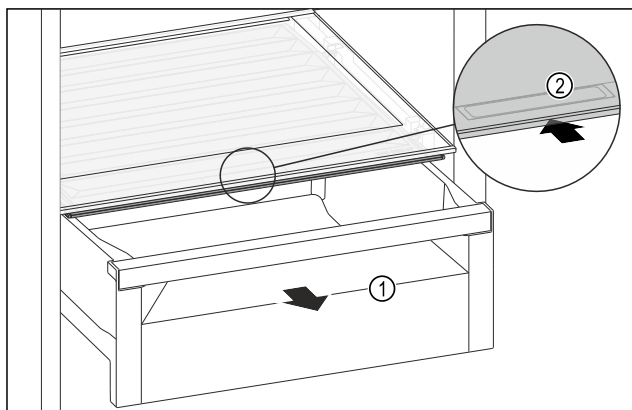

Fig. 172
- ▶ Zásuvku Fig. 172 (1) vytáhněte.
- ▶ Uchopte prohlubeň pro rukojeť Fig. 172 (2) na víku zásuvky a současně zasuňte víko zásuvky směrem dozadu.